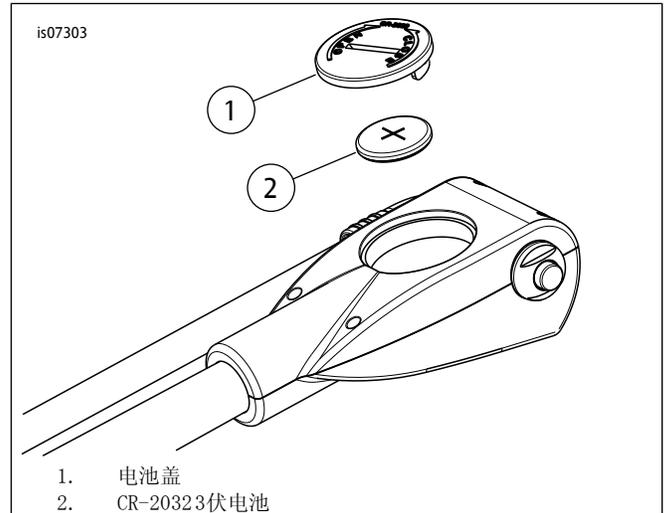

图1。CR-2032 3伏电池
- 参见图1。此泵带有一个电池护盖。必须取下电池护盖，泵显示器才能开始工作。拆下电池盖(1)并从电池(2)上揭去护盖。